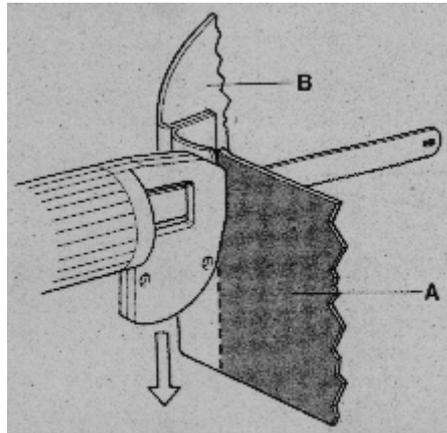

figura 3
3.- Corte con sierra de vaivén neumática.- Se utiliza para cortar piezas en sustituciones parciales y también en el corte de piezas dañadas que están unidas en pestaña interior, para después poder aplicar la fresadora neumática a la pestaña. En la figura 3 está el dibujo de la operación: